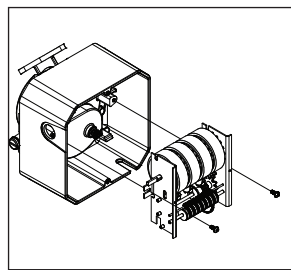

Figura 2
3. Remova os dois parafusos para liberar o conjunto do contador. (Figura 2)